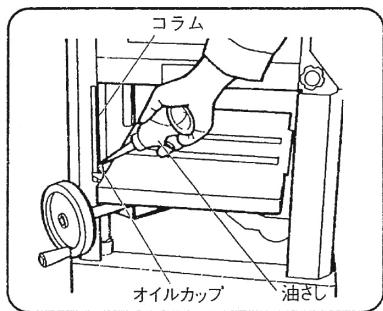

図 45
(1) コラムの摺動部（図 45），昇降ハンドルの軸受部や歯車かみあい部，テーブルローラ，フィードスクリューにときどき機械油を注油してください。
(2) チェーンは1か月に一度くらいサイドカバー(A)をはずし，ゆるみ側に注油してください。
(3) 手押テーブル面，自動テーブル面もさびが発生しやすいので，ご使用にならないときは機械油などを塗ってください。